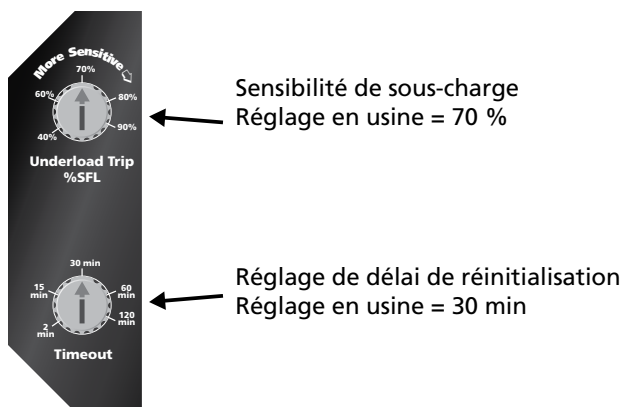

Figure 4 : Réglages de délai et de sensibilité de déclenchement
7. Définissez le réglage de délai à la position désirée. Le réglage en usine est de 30 min (consultez la figure 4).